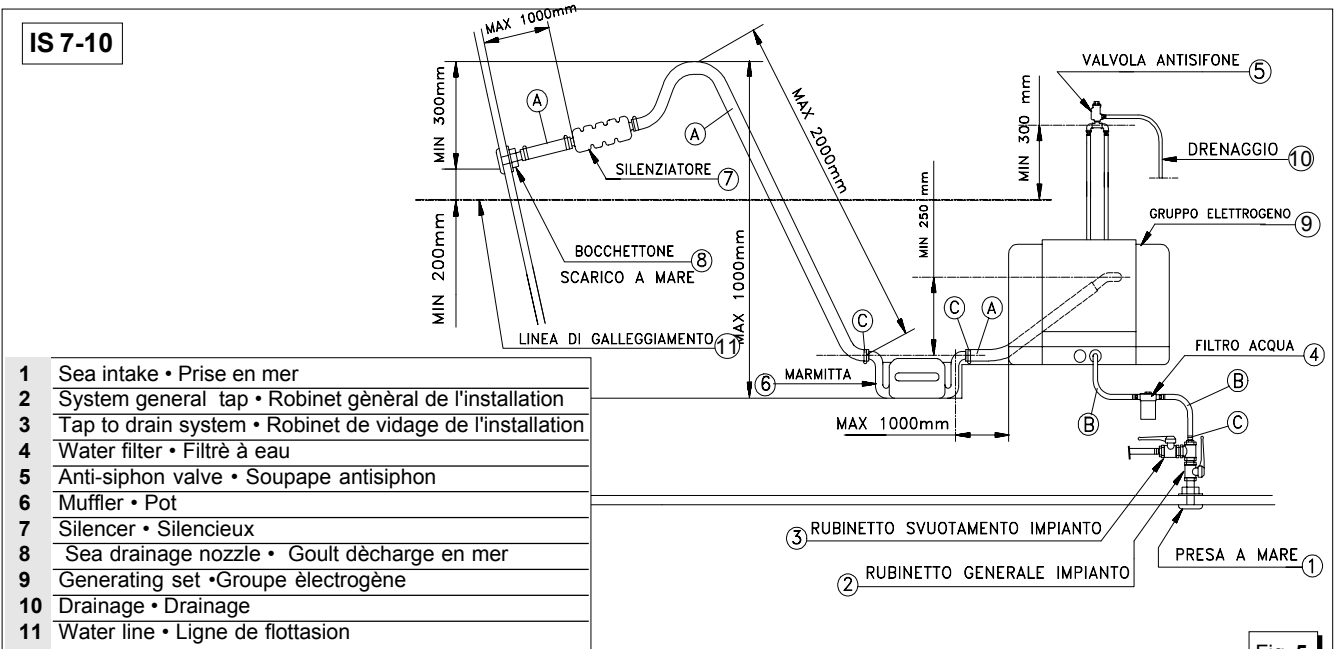

Fig. 5
**2.3. Typical installation with electric generator below the water line (fig. 5)**
**2.3. Installation typique avec groupe électrogène sous la ligne de flottaison (fig. 5).**